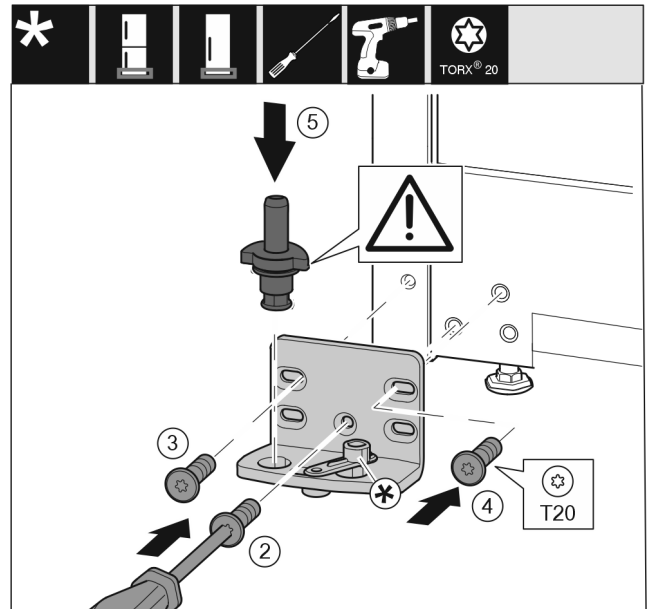

Fig. 22 *
- Lagerbock auf der anderen Seite ansetzen und mit Hilfe eines Schraubendrehers anschrauben. Mit der Schraube Fig. 22 (2) unten in der Mitte beginnen.*
- Schraube Fig. 22 (3) und Schraube Fig. 22 (4) festschrauben.*
- Lagerbolzen Fig. 22 (5) komplett einsetzen. Dabei darauf achten, dass der Rastnocken nach hinten zeigt.*
- Lagerbock auf der anderen Seite ansetzen und mit Hilfe eines Schraubendrehers anschrauben. Mit der Schraube (2) unten in der Mitte beginnen.*
- Schraube (3) und Schraube (4) festschrauben.*
- Lagerbolzen (5) komplett einsetzen. Dabei darauf achten, dass der Rastnocken nach hinten zeigt.*